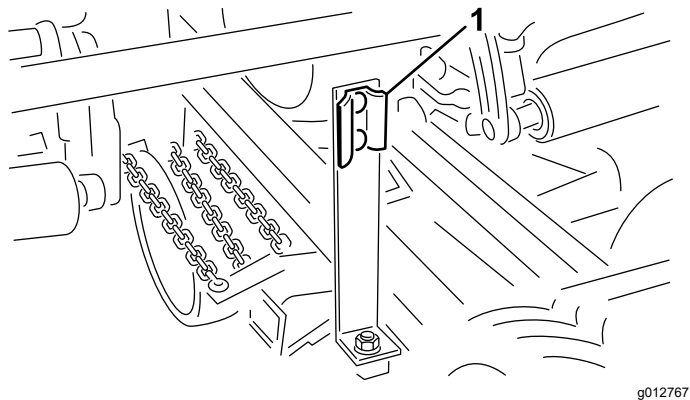

图 23
**注意** 在某些地区有法规要求运输过程中需要在车辆上贴上慢行车辆的标记。安装支架图 23 安装在运输机架的后横向槽上。将在支架上加贴标准慢行车辆标记。